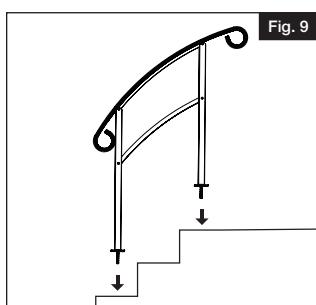

Fig. 9
- Place rail section into place, being sure that the rods fit completely into previously drilled out holes (Fig. 9).
- Placer la section de rampe en place en s'assurant que les tiges sont complètement insérées dans les trous préalablement percés (Fig. 9).
- Colocar el tramo de barandal en su lugar y comprobar que las varillas encajen completamente en los orificios previamente perforados (Fig. 9).